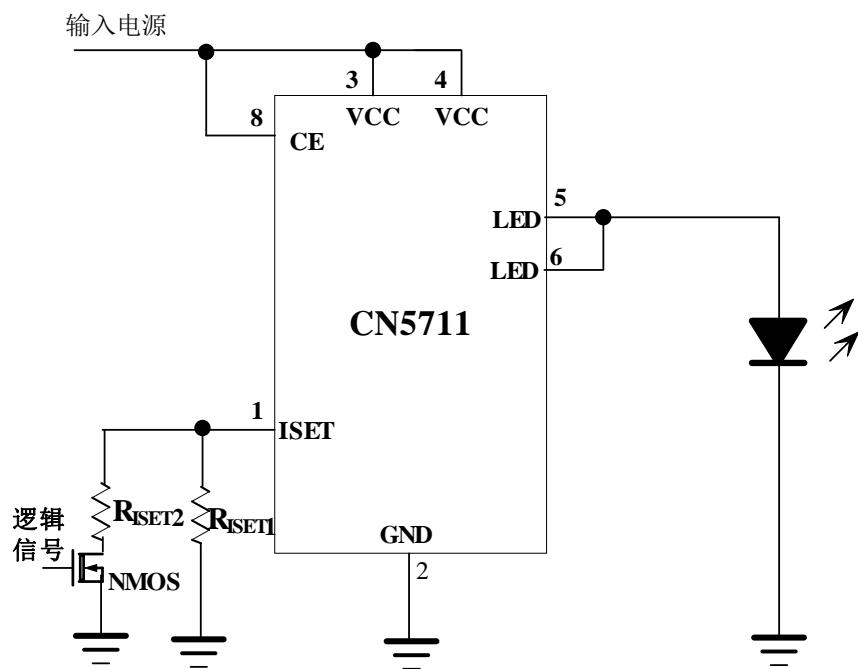

图4 用逻辑信号调整亮度
2. 用逻辑信号调整发光二极管的亮度, 如图4所示
如果只需要分几档来调整发光二极管的电流, 可以用逻辑信号来实现, 图4示出了分两个档次来调整发光二极管的电流的电路。R_{ISET1} 设置了流经 LED 管脚的最小电流, 当 N 沟道场效应晶体管导通时,